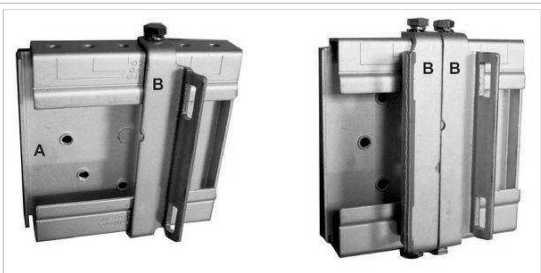

Fig. 2 - Preparación de platina
- Fijar a la platina (A) las piezas (B) mediante 4 bulones con arandela de presión en las posiciones correspondientes según el diámetro del caño poste o columna en el cual se realizará el montaje. Para caños de hasta 6" de diámetro se usarán las perforaciones más próximas al centro de la platina (Fig. 2)